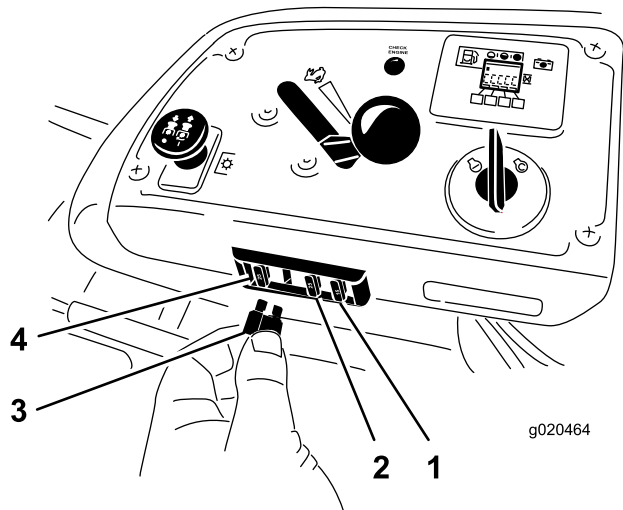

Figure 62
1. Les fusibles sont situés sur la console droite, près du siège (Figure 62).
3. Remplacez le fusible (Figure 62).